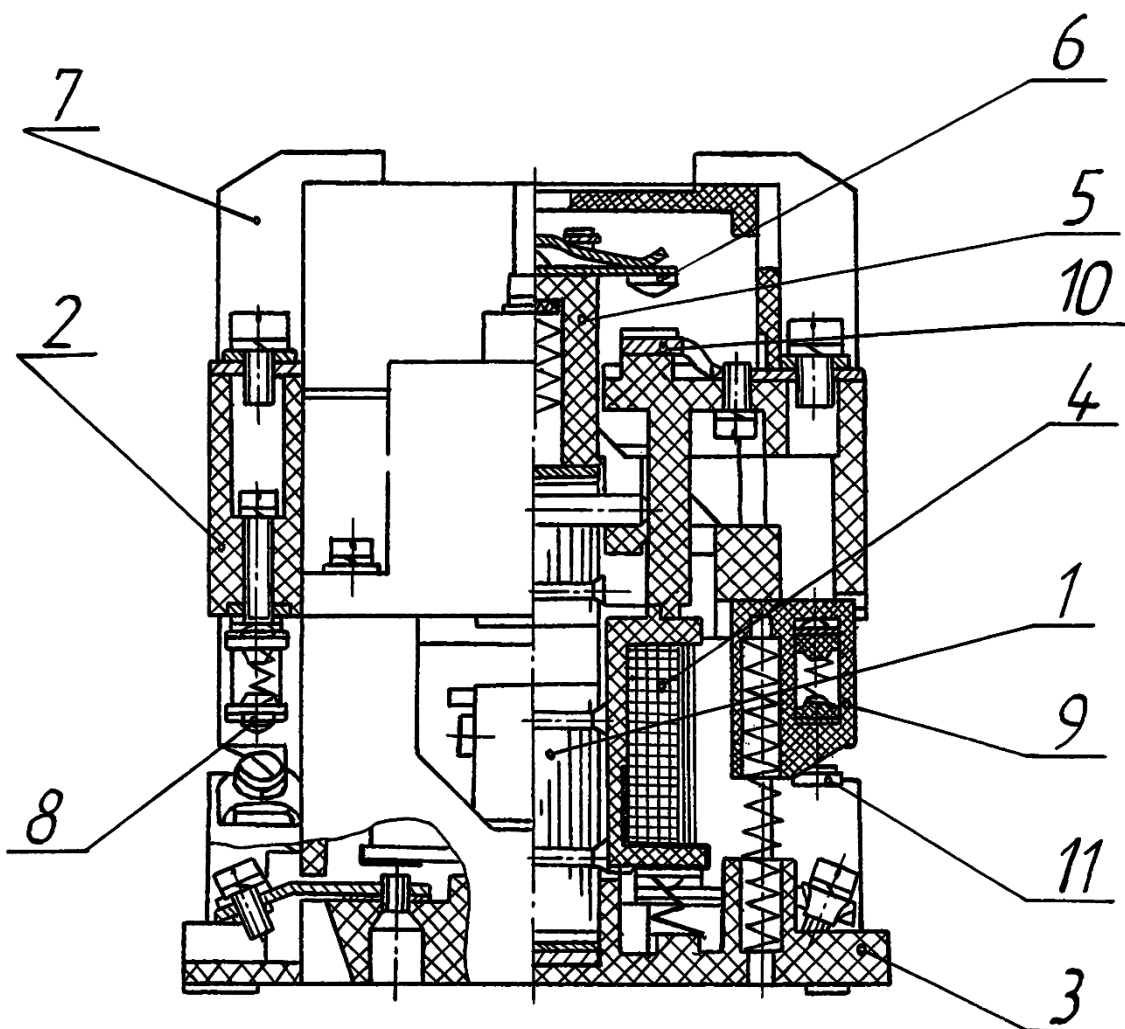

Рисунок 1 - Контактёр ПМА-3100
1.4.1. Магнитные пускатели ПМА-3000 изготавливаются на базе электромагнитного контактора ПМА-3100 (Рисунок 1) и электротеплового реле РТТ-141.